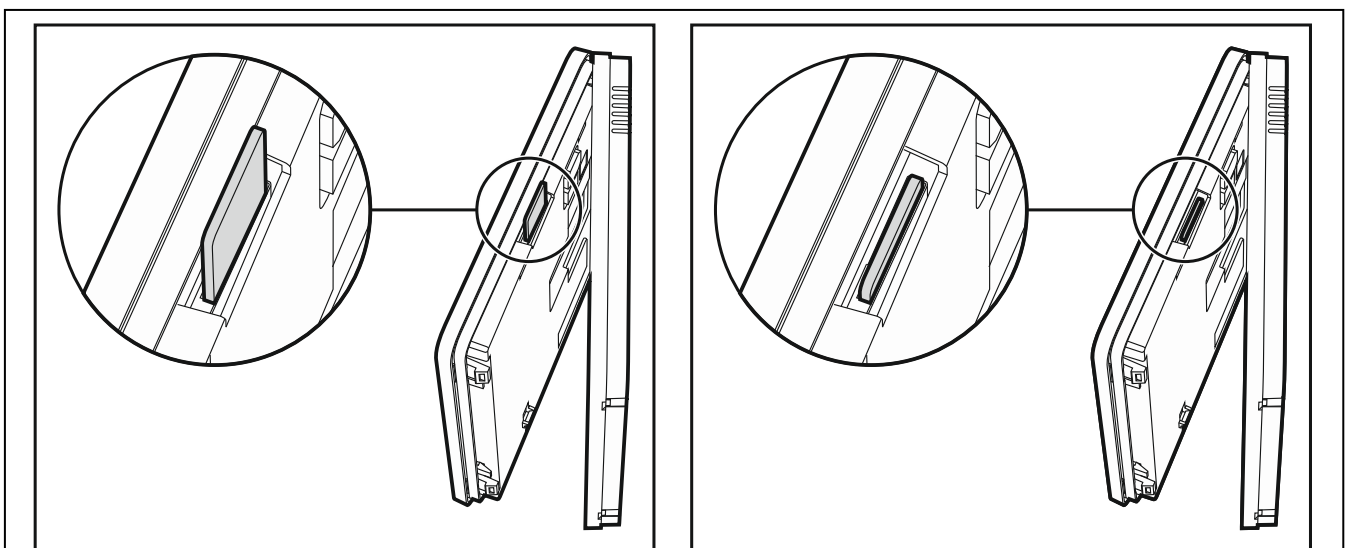

Abb. 3. Montage der microSD-Karte.
2. Stecken Sie die Karte in den Steckplatz ein (siehe: Abb. 3) bis sie gesperrt wird. Die Kontakte der Karte sollen in Richtung des Displays stehen.